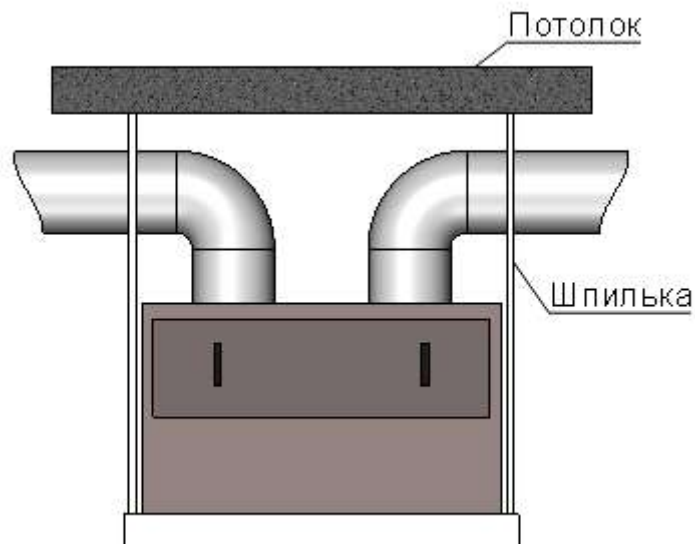

РИС. 3. МОНТАЖ ГАЗОКОНВЕРТОРА НА ШПИЛЬКАХ
- Монтаж газоконвертора «Ятаган HYDRO» возможен исключительно в горизонтальном положении на силовой раме, закрепленной к ровной горизонтальной поверхности пола, на подвесных опорах, закрепленных к потолку помещения, или на кронштейнах, закрепленных к стене (Рис. 3). Требования к несущей способности удерживающих конструкций должны удовлетворять статическим нагрузкам газоконвертора.